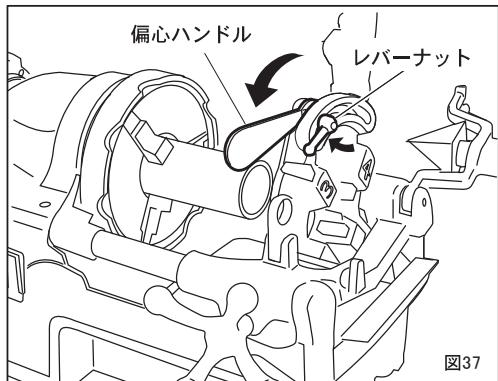

図37
①ねじ切りのサイズ寸法を合わせるには偏心台（図40）の目盛りを、ダイヘッドのサイズ目盛りのねじ切り寸法に合わせて、レバーナットを締めて固定してください。（図37）